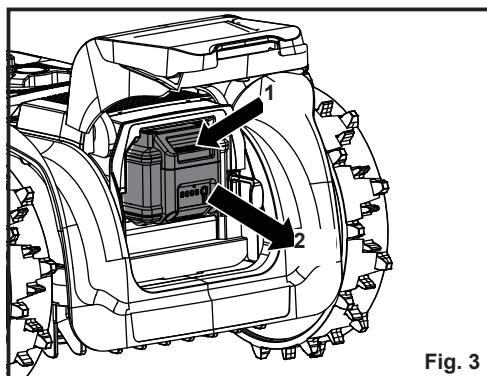

Fig. 3
2. Appuyez sur le bouton de déverrouillage de la batterie (1) et maintenez-le enfoncé, saisissez fermement la batterie et sortez-la (2) de son compartiment (Fig. 3).